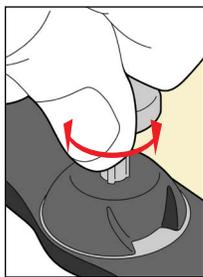

Fig. 9
1. Gire cada pino da máscara termoplástica frontal até a altura de alinhamento inicial. A altura recomendada é de 2 mm (as marcações têm incrementos de 0,5 mm). (Fig. 9)